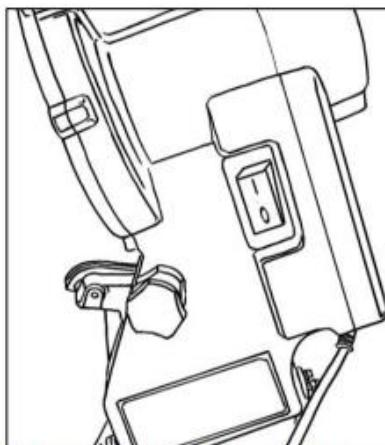

Рис.9 Включение станка
- Включите станок, нажав на выключатель на рукоятке (рис. 9)